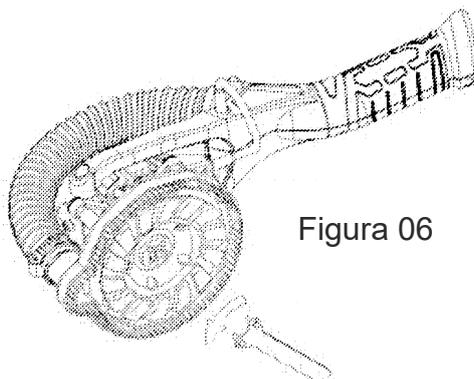

Figura 06
6.5. instalando novas vídeas de fresa (figura 06):